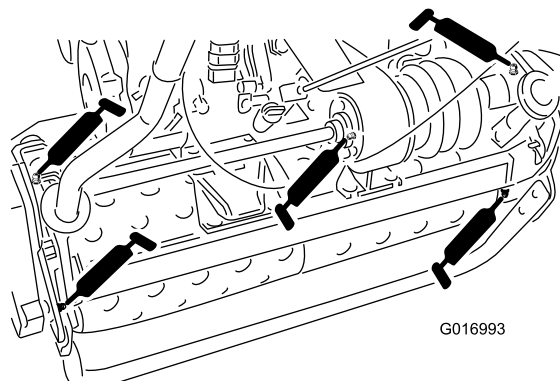

Figure 19
- 2 sur les essieux du tambour (Figure 19)
- 3 sur le différentiel (Figure 19)